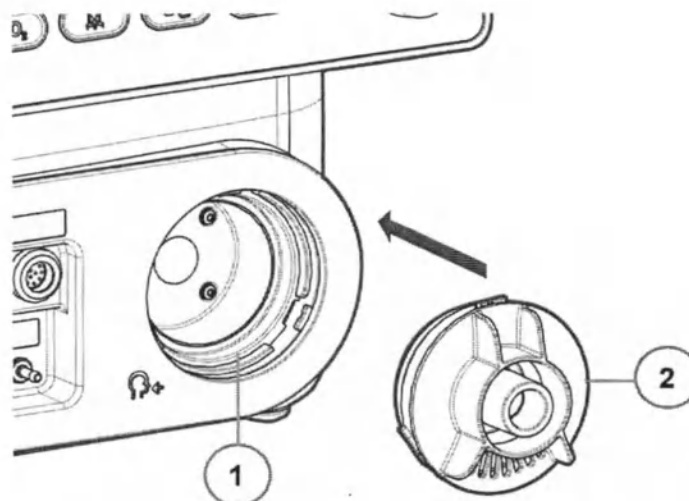

Рисунок 3.6 – Установка патрубка вдоха
- 2 Горизонтально установите патрубок вдоха в сборе в узел вдоха рабочего блока (см. рисунок 3.6), совместив метку на патрубке вдоха с отметкой «» на корпусе рабочего блока.
- 1 Слегка нажимая на патрубок вдоха поверните его крышку против часовой стрелки, чтобы указатель на патрубке вдоха совместился с отметкой «» на аппарате и вытяните патрубок вдоха в горизонтальном направлении (см. рисунок 3.6).